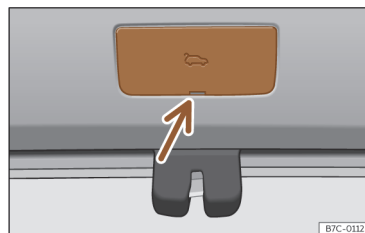

Fig. 58 Detalle del maletero: acceso al desbloqueo de emergencia.
- Retire la cubierta haciendo palanca con el espadín de la llave >>> **fig. 58**.